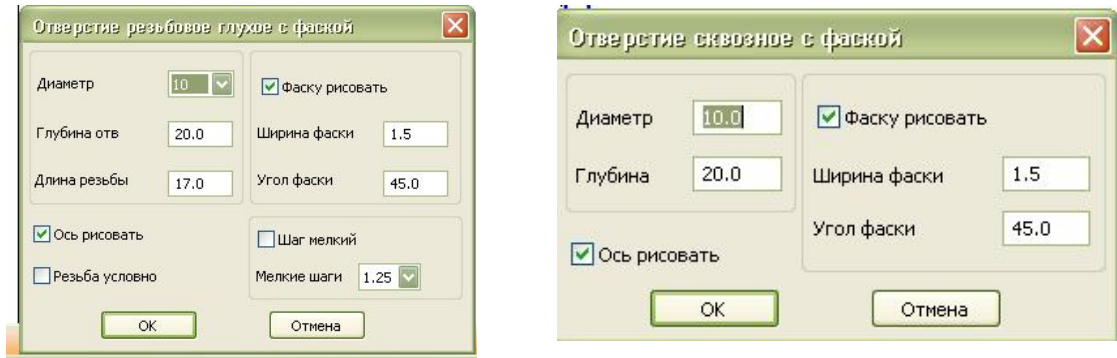

Рис. 5.2 Приклади діалогових вікон
3. У підключеній бібліотеці обрати потрібну папку (**Гладкие отверстия**, **Резьбовые отверстия**). Подвійним клацанням миші запустити необхідну функцію та в діалоговому вікні задати необхідні параметри бібліотечного елемента (Рис.5.2).